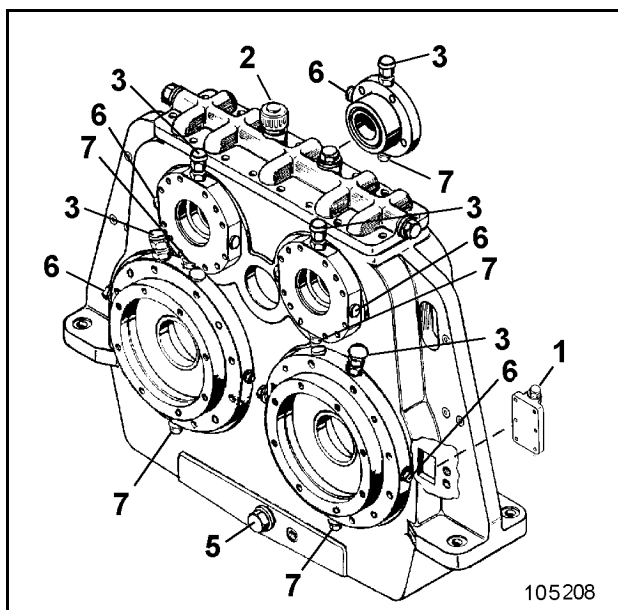

Fig. 3-103:
- Verschlußstopfen (7, Fig. 3-103:) herausdrehen und Öl vollständig ablassen.
- Verschlußschraube (7) einschrauben.